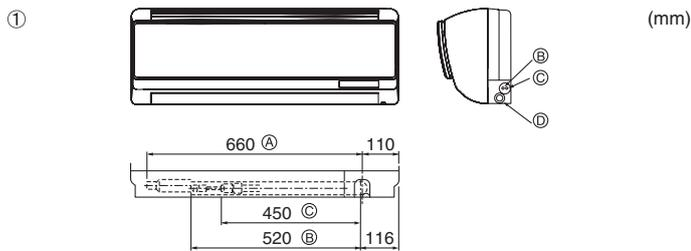

Fig. 4-2
- ① Plaats van de koelstof- en afvoerpijpen (Fig. 4-2)
- (A) (Totale lengte van de flexibele slang)
- (B) Vloeistofpijp
- (C) Gaspijp
- (D) Afvoerslang